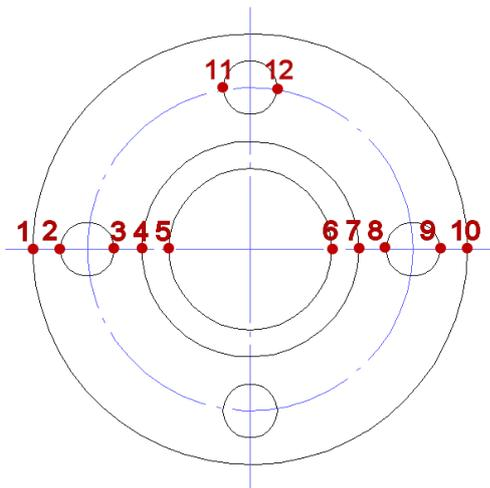

Рисунок 4. Проведение линий проекционной связи
1. Притянитесь курсором к точке **1** (Рисунок 4). Для этого подведите курсор к этой точке и нажмите клавишу **C**